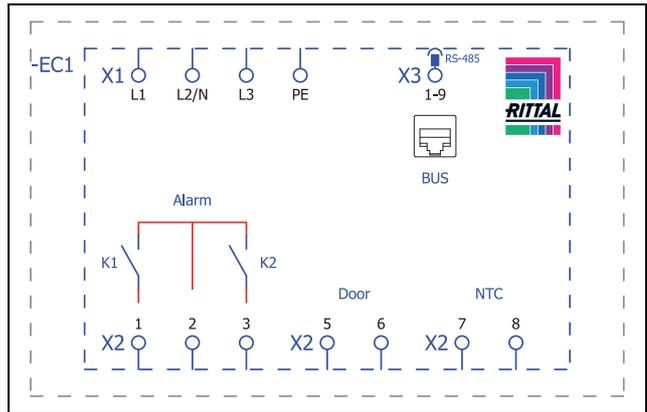
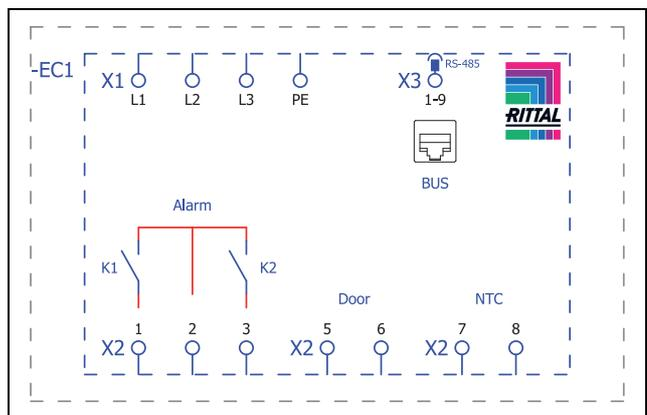

Fig. 37 : plan de connexion SK 3185330, SK 3186330, SK 3187330
Fig. 38 : plan de connexion SK 3188340, SK 3189340
- Sortir la fiche d'alimentation du sachet d'accessoires et établir l'alimentation du réseau conformément à l'identification correspondante des raccordements (fig. 37 ou fig. 38).